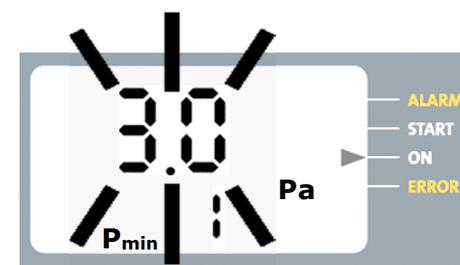

Abb. 21: Betrieb im Testmodus
4. Nach Ablauf der Einschaltverzögerung geht das Gerät im Testmodus auf „ON“ (Abb. 21). Das Schaltrelais ist angezogen (Klemme 22 + 23 geschlossen), in der kleinen Anzeige wird der Druckgrenzwert angezeigt. Alle Funktionen sind gleich wie im Regelbetrieb, nur die Displayanzeige für den Differenzdruck blinkt.